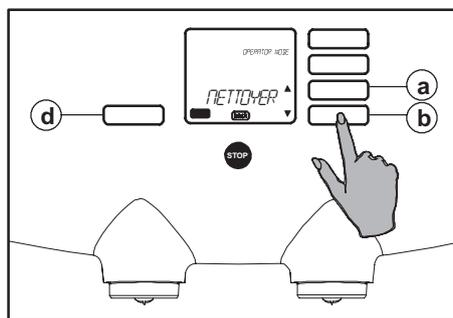

Fig. 45 Programme de nettoyage
2. Appuyez sur le bouton de défilement ▼ (fig. 45 b).
3. Le menu de sélection qui apparaît à l'écran affiche la mention : "NETTOYER" (fig. 45).
4. Appuyez sur le bouton Enter (fig. 45 d).
5. Appuyez de nouveau sur le bouton Enter (fig. 45 d). Le programme de nettoyage démarre alors.